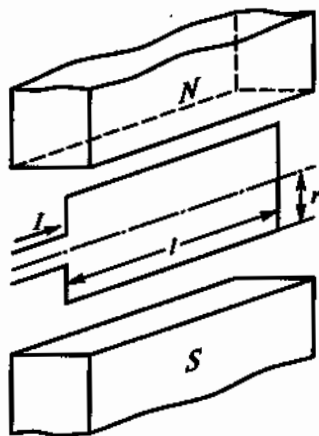

Рис. 61
2.37.Р. Каков момент, развиваемый рамкой с током, расположенной в магнитном поле на рис. 61, если $I = 5 \text{ А}$, $l = 0,2 \text{ м}$, $r = 0,1 \text{ м}$, $B = 0,6 \text{ Тл}$, а плоскость рамки совпадает с направлением силовых линий?